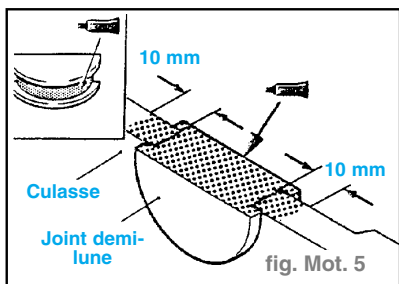

fig. Mot. 5
- Appliquer une couche du produit d'étanchéité spécifié sur le joint demi-lune aux endroits indiqués sur la figure. (fig. Mot. 5)